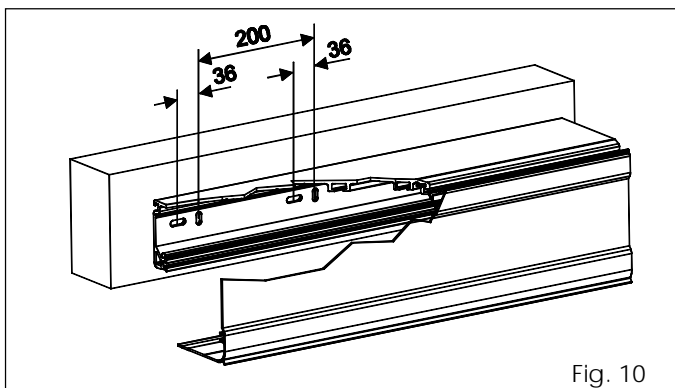

Fig. 10
- Bevestig de dwarsbalk aanvankelijk ter hoogte van een verticale uitsparing aan het ene uiteinde, en aan een horizontale uitsparing aan het andere uiteinde (gebruik hiervoor schroeven M8 en bijbehorende pluggen) en plaats de dwarsbalk parallel aan de vloer. Zet de balk in het midden vast door hem met kracht op te tillen, zodat de drie bevestigingspunten op één lijn liggen. Ga verder met de resterende bevestigingen en wissel hierbij af tussen verticale en horizontale uitsparingen (fig. 10).